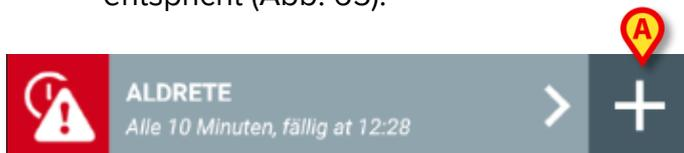

Abb. 65
- Berühren Sie das Symbol **+** im Viereck, das dem gewünschten Datensatz entspricht (Abb. 65).